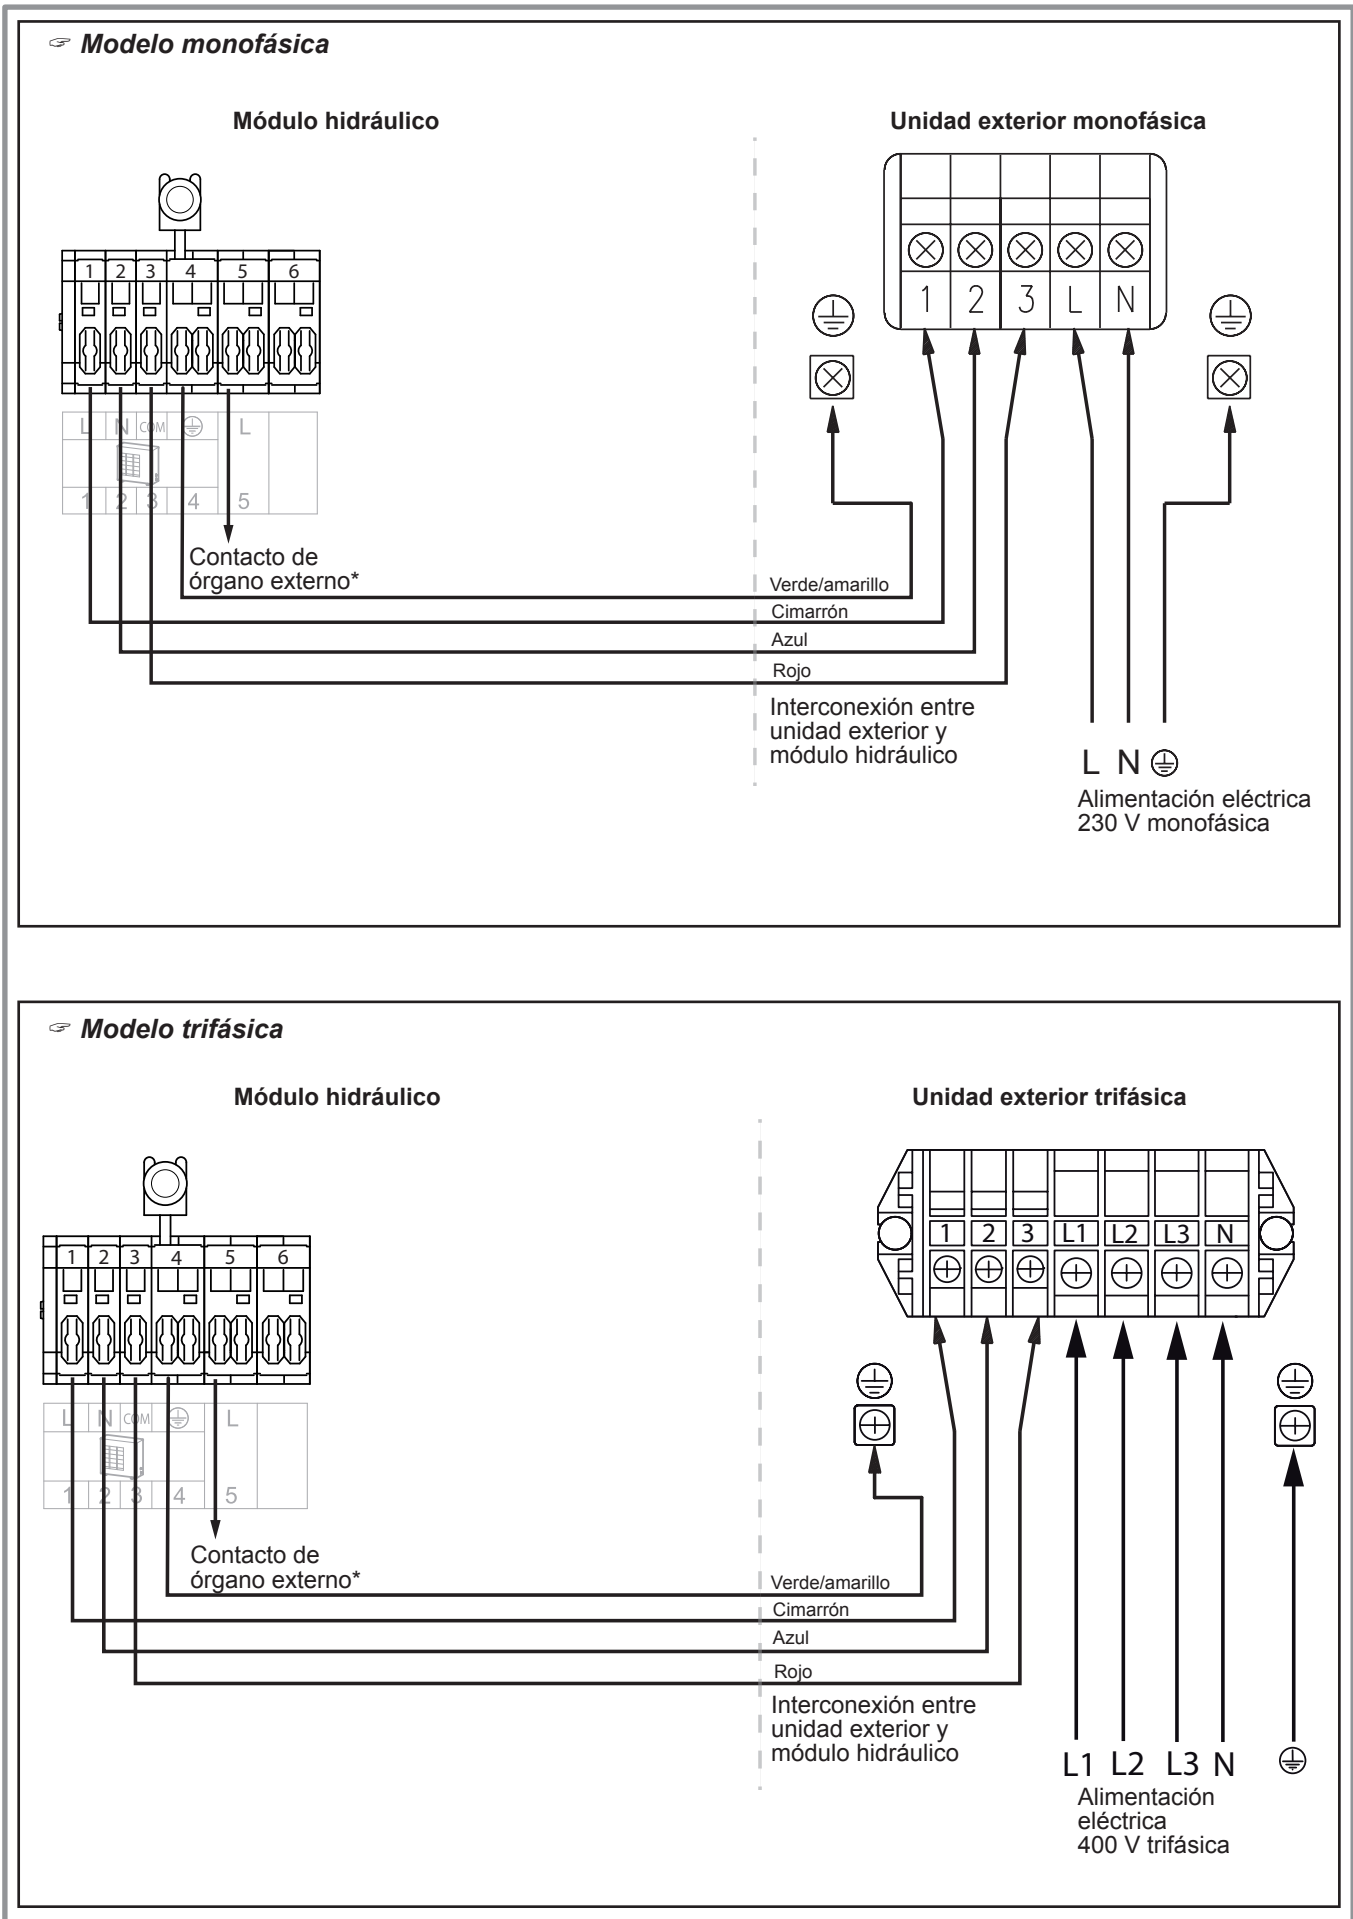

figura 34 - Conexiones a bornes y relés de potencia
- Realizar las conexiones según el esquema (figura 34, página 31).
- Realizar las conexiones según el esquema (figura 34).